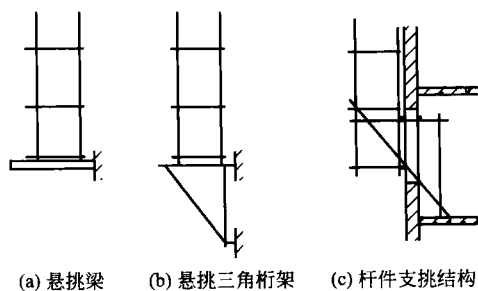

图 1-1 挑脚手架的挑支形式
外脚手架。凡搭设在建筑物外围的脚手架,统称为外脚手架 (1)落地脚手架。从地面搭起,建筑物有多高,它也要搭多高。这种脚手架对外墙砌筑、墙面质量控制有着很大作用,但需要大量脚手架材料,搭设费工费时。建筑物越高,脚手架的稳定性越差,所以高层建筑的落地脚手架要采取相应的稳固措施 (2)挂脚手架。挂靠在墙上或柱上的脚手架,随工程的进展上下移挂 (3)吊脚手架。从屋面或楼板上悬吊下来,利用起重机具逐步提升或下降 (4)挑脚手架。从墙上向外挑出,其挑支方式有以下 3 种(见图 1-1) ① 架设于专用悬挑梁上 ② 架设于专用悬挑三角桁架上 ③ 架设于由撑拉杆件组合的支挑结构上。其支挑结构有斜撑式、斜拉式、拉撑式和顶固式等多种 (5)爬架。附着于工程结构,依靠自身提升设备实现升降的悬空脚手架 (6)水平移动脚手架。带行走装置的脚手架(段)或操作平台架 内脚手架。凡搭设在建筑物内部的脚手架,统称为内脚手架。内脚手架设在楼层内,可以随楼层建高而搬移。工人在室内操作安全可靠,脚手架的构造也比较简单,用料少,轻便,能多次重复使用